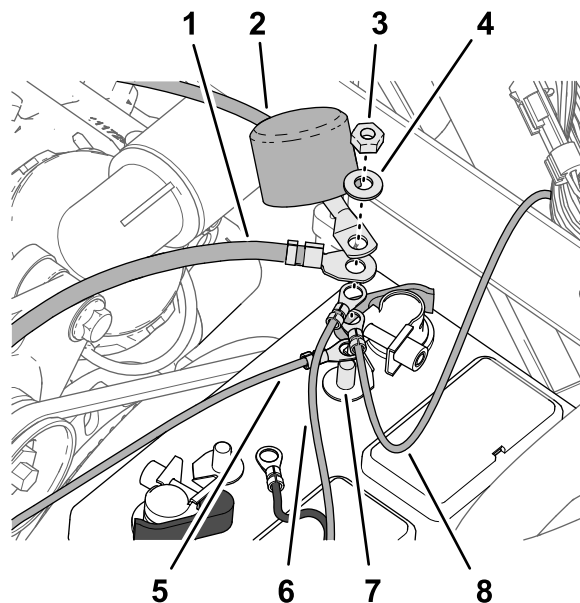

Figura 213
2. Montate i seguenti terminali di fili e cavi sul polo filettato del terminale positivo della batteria (**Figura 213**) nell'ordine seguente:
4. Allineate la copertura isolante del cavo positivo della batteria fino allo starter sul polo filettato (**Figura 213**).